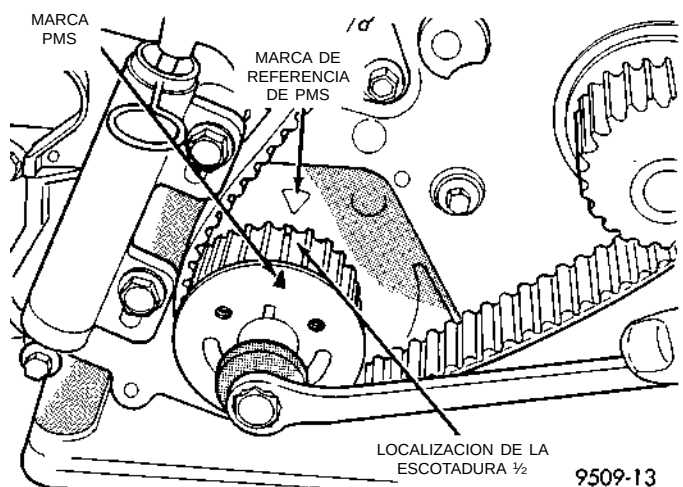

Fig. 52 Ajuste de la rueda dentada del cigüeñal para la instalación de la correa de distribución
(6) Mueva el cigüeñal a la marca del medio antes del PMS (Fig. 52) para la instalación de la correa.
(7) Instale la correa de distribución. Comenzado en el cigüeñal, gire por la rueda dentada de la bomba de agua y después alrededor de la rueda dentada del árbol de levas.
(8) Mueva la rueda dentada del cigüeñal al PMS para achicar la holgura de la correa. Instale el tensor